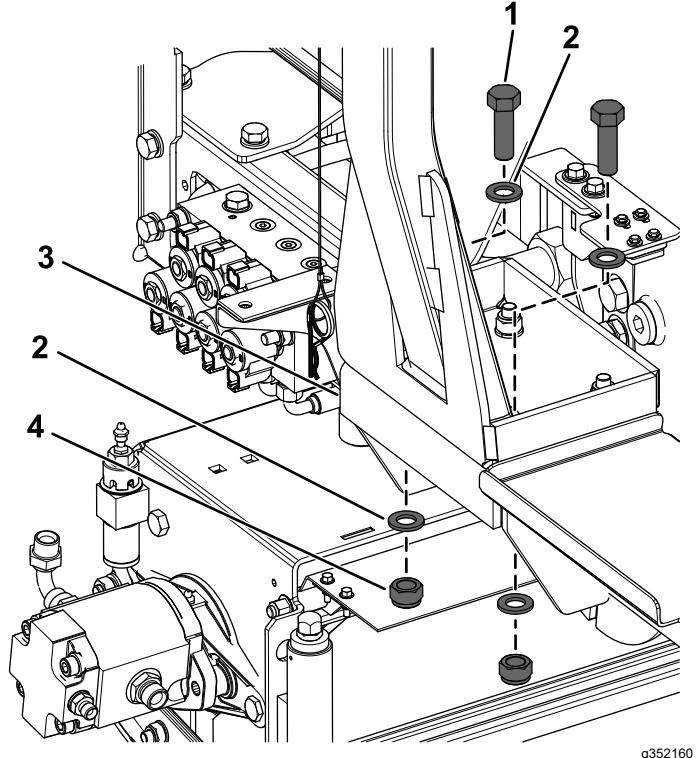

Figura 6
1. Retire los 2 pernos de cabeza hexagonal (16 x 50 mm), 4 arandelas y 2 contratuerzas (16 mm) del soporte de ROPS izquierdo (Figura 6).